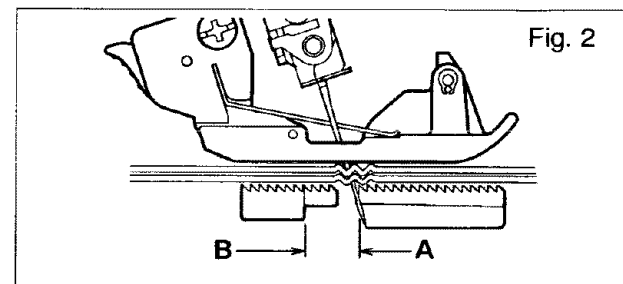

Fig. 2
CUANDO EL TRANSPORTADOR SE PREFIJA PARA AVANCE DIFERENCIAL POSITIVO, el transportador anterior (A), realiza una carrera mayor que el posterior (B). Esto tiene el efecto de acumular material bajo el pie prensatelas para conseguir fruncir u ondular el tejido. (Fig. 2)